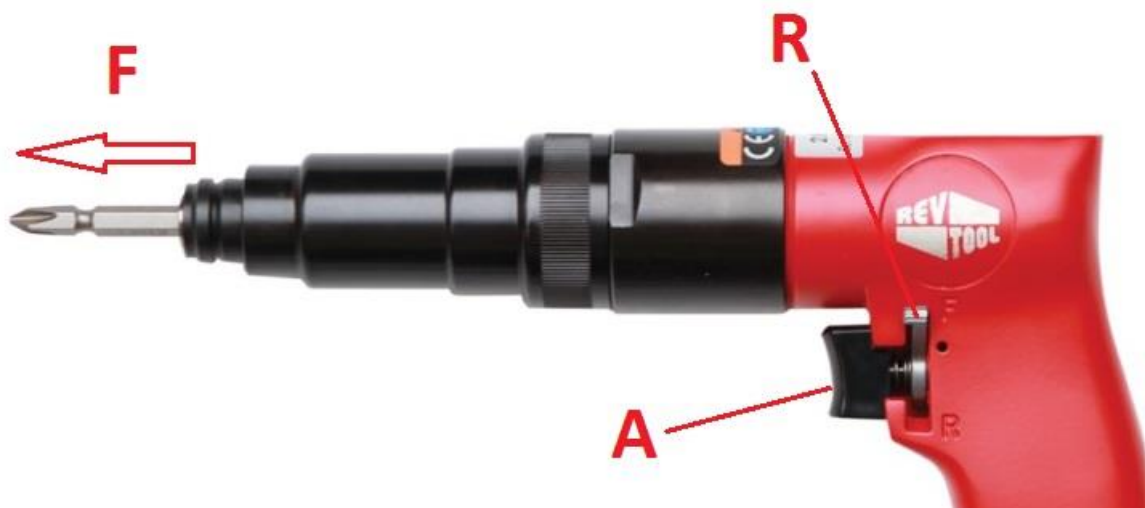

Рис.3
- 1) Для включения инструмента нажмите на курок (A). Отпустите курок для остановки вращения.
- 2) Не нажимая на курок, приложите осевое усилие (F), инструмент начнет вращать битку при надавливании на неё.
- Включайте реверс (обратный ход) переключателем (R) только после полной остановки шпинделя инструмента (Рис.3)